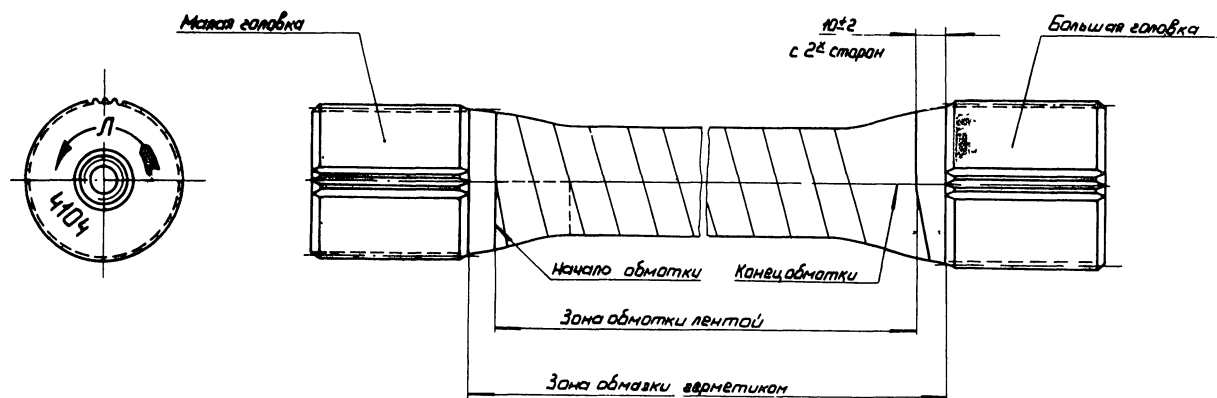

Рис. 44. Покрытие торсиона передней подвески (показано покрытие левого торсиона)
3. Забинтовать стержень и галтели торсиона, как показано на рис. 44, одним слоем прорезиненной изоляционной ленты I ПОЛ-20, ГОСТ 2162-68 с перекрытием витков на 1/2 ширины ленты. Бинтование вести в направлении стрелки, нанесенной на торце большой головки торсиона. Бинтование должно быть плотным, без морщин и складок.